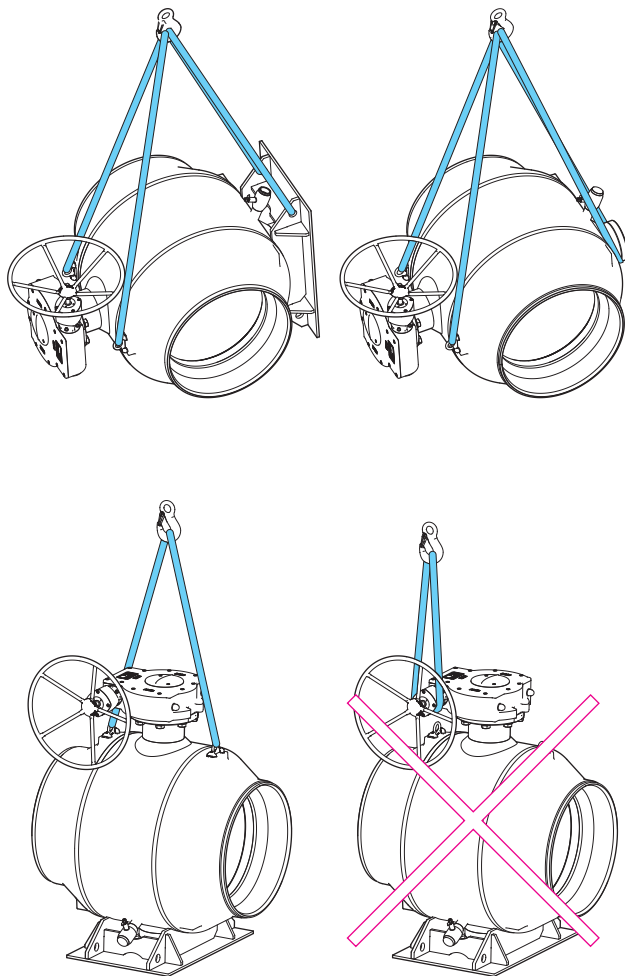

Рис. 3. Подъем крана.
- Кран не следует поднимать за привод. Если кран оснащен подъемными проушинами, используйте их (см. рис. 3). Падение или неправильный подъем крана могут привести к повреждению оборудования или стать причиной травмы.